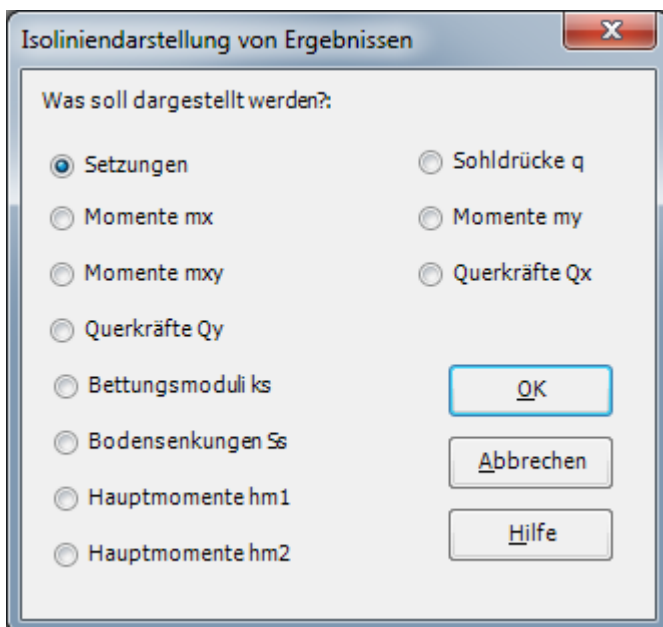

Bild 13.49 Optionsfeld "Isoliniendarstellung von Ergebnissen"
- Wählen Sie "Isolinien" aus dem "Ergebnisse"-Menü. Das folgende Optionsfeld im Bild 13.49 erscheint